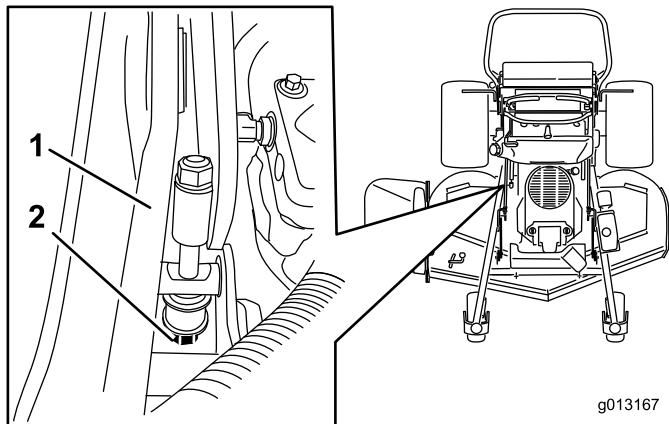

Figure 88
5. Si ce n'est pas le cas, localisez la tige de réglage de hauteur de coupe sur le côté droit de la machine (Figure 88).
6. Ajustez le boulon de réglage jusqu'à ce obtenir 7,6 cm (3") à la pointe des lames (Figure 88).